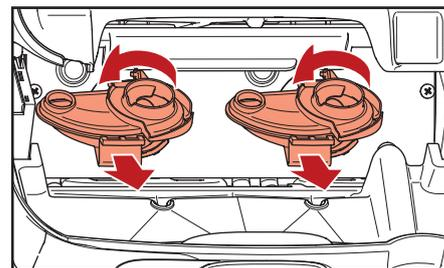

Fig. 5.10- Rimuovere le vaschette di miscelazione
- b. Ruotare le vaschette di miscelazione in senso antiorario per sganciarle, e tirarle per rimuoverle (fig. 5.10).